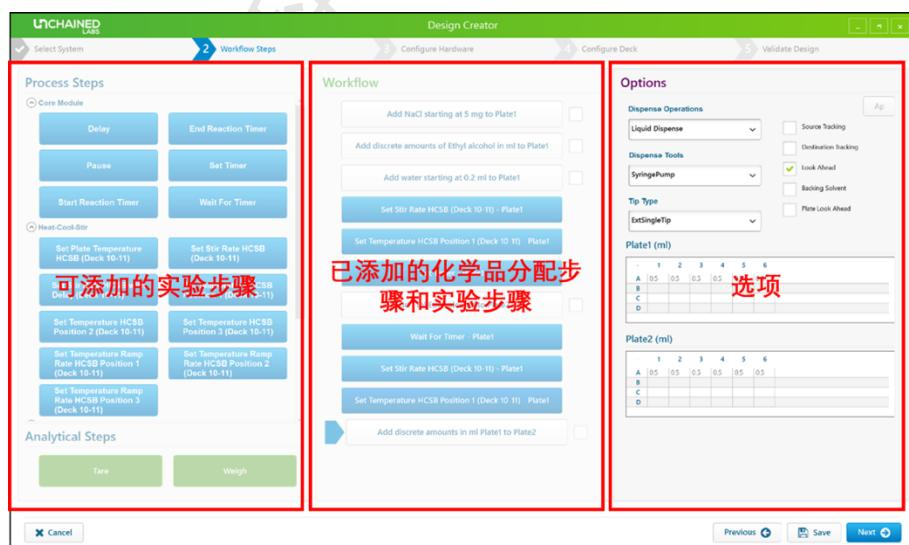

图 6-2-12
- b) **实验步骤设置(Workflows Steps):** 进入 Workflow Steps 之后, 中间 Workflow 会根据之前实验板位中设定的化合物添加, 按照顺序自动生成相关添加固体和液体的步骤 (注意: 固液分配顺序在此无法调整)。同时, 页面左侧为可添加的实验步骤“Process Steps”, 右侧为“Workflow”中选中步骤的设定选项“Options”(图 6-2-12)。